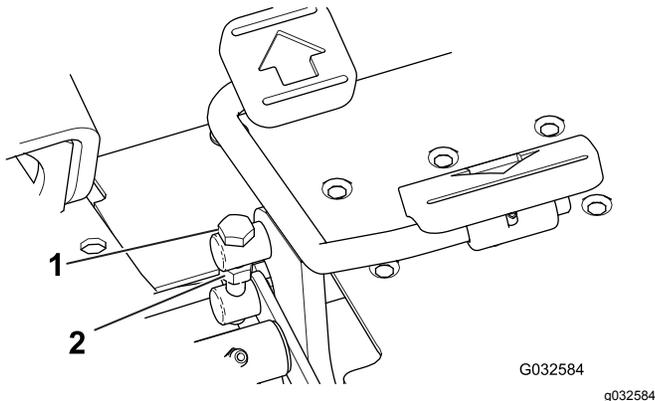

Figura 49
1. Allentate il controdado sul bullone di articolazione sul lato del pedale della trazione (Figura 49).